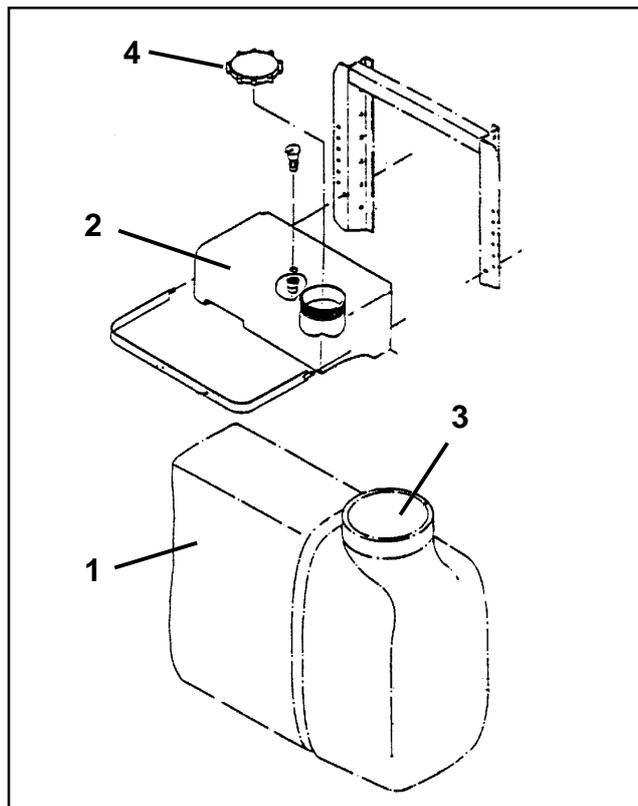

Fig. 7.1
- Remplir la cuve du pulvérisateur (fig. 7.1/1) et le réservoir de rinçage (fig. 7.1/2) en utilisant toujours l'orifice de remplissage (fig. 7.1/3) ou (fig. 7.1/4) et avec un tuyau de remplissage en "sortie libre".